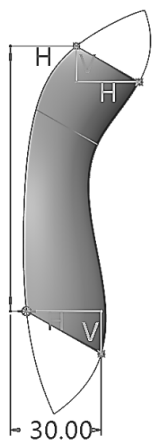

图 7-139 草绘“拉伸 2”
(5) 单击【模型】→按钮，弹出【拉伸】操控面板。在操控面板上，选择【拉伸为曲面】。单击【放置】→【定义】，选择绘图区中的 RIGHT 平面作为草绘平面，TOP 平面作为参照平面，参考方向为顶。单击【草绘】进入草绘模式。绘制如图 7-139 所示的曲线，完成后单击【确定】。